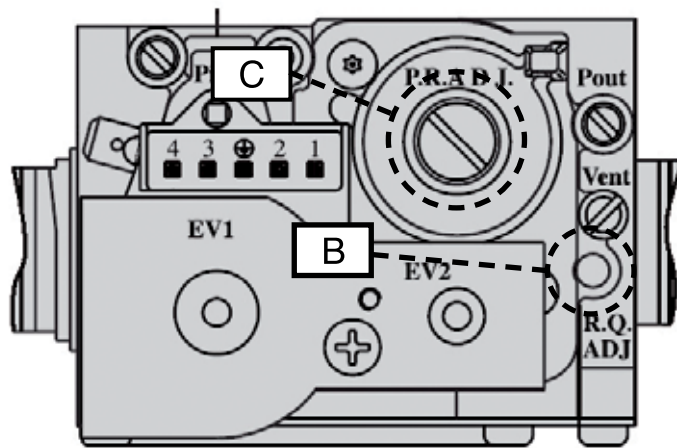

Рис. 25
- отрегулировать значение CO2 дымовых газов, вращая соответствующий регулятор В (рис. 25), и убедиться в том, что оно не превышает параметры, представленные в таблице 12;
- отрегулировать значение CO2 дымовых газов, вращая соответствующий регулятор смещения С (рис. 25), и убедиться в том, что оно не превышает параметры, представленные в таблице 12;